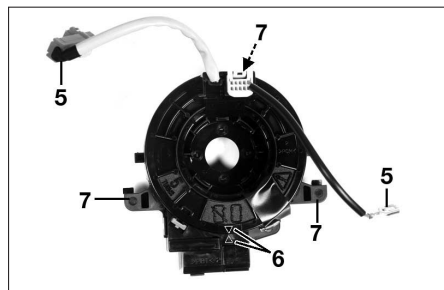

FIG. 7
- Débrancher les deux connecteurs (5) du contacteur tournant (fig. 7).
- S'assurer que les repères (6) soient alignés et verrouiller la position à l'aide d'un morceau de ruban adhésif.
- Dégager les agrafes de maintien (7) puis déposer le contacteur tournant en prenant garde à ne pas modifier la position des repères.
À la repose, contrôler l'alignement des repères (7) du contacteur tournant (fig. 7). Sans modifier la position du contacteur tournant, remonter les éléments préalablement déposés. Procéder à la mise en service du système d'airbag.
- Tourner de nouveau celui-ci dans le sens horaire de 2,5 tours environs puis aligner les repères (6) (fig.7).